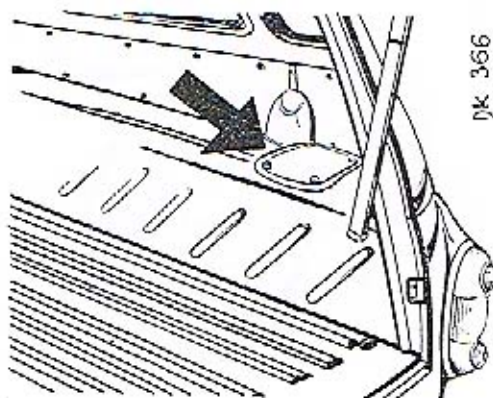

Abb. 39. Deckel zum Ausbau des Behälters und des Schwimmers des Kraftstoffmessers.
1. Nach Abschrauben der vier Schrauben wird der Deckel des Tieflaufs Abb. 39 abgenommen und die Stromzufuhr zum Kraftstoffmesser abgeschaltet.